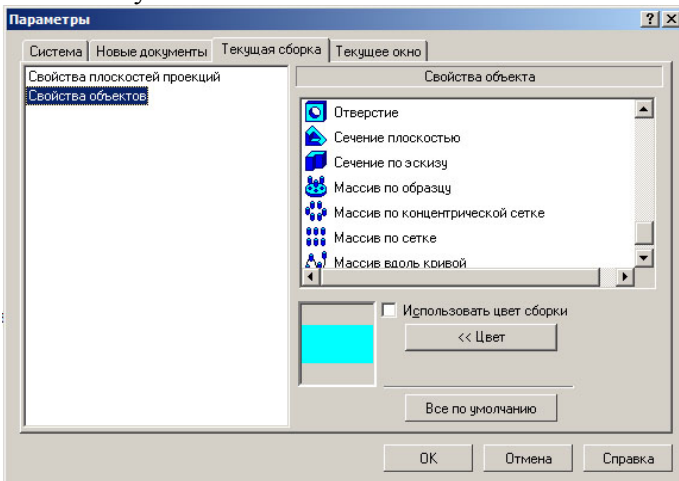

Рисунок 9.10 - Диалогове вікно "Параметры" з відкритою вкладкою "Текущая сборка" і панеллю "Свойства объекта" для настроювання властивостей об'єктів
- клацніть по пункту "Свойства объектов". У правій частині з'явиться панель "Свойства объекта" (рис. 9.10)